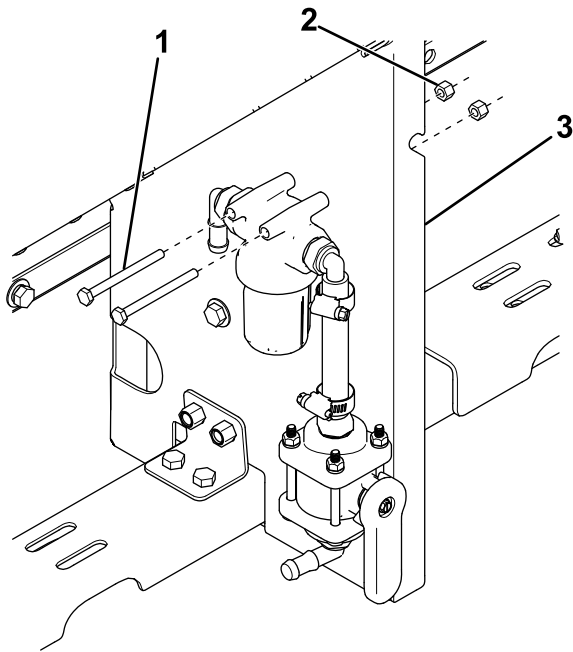

**Figura 34**
3. Monte el filtro en el soporte del filtro con 2 pernos (1/4" x 3") y tuercas (Figura 34), y luego continúe con el paso 5.